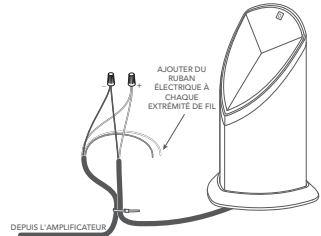

Figure 5
- En commençant par l'enceinte la plus éloignée de l'amplificateur, dénudez 3/4 po d'isolation sur l'extrémité coupée des câbles pleine terre pour le canal d'amplification approprié, conformément aux tableaux ci-dessous, puis dénudez l'isolation des extrémités de la queue de cochon de l'enceinte correspondante. Enveloppez tous les câbles inutilisés dans du ruban électrique pour les protéger de l'humidité et des courts-circuits (voir Figure 5).
- Connectez le câble pleine terre à la queue de cochon de l'enceinte à l'aide d'un collier de serrage (voir Figure 5).